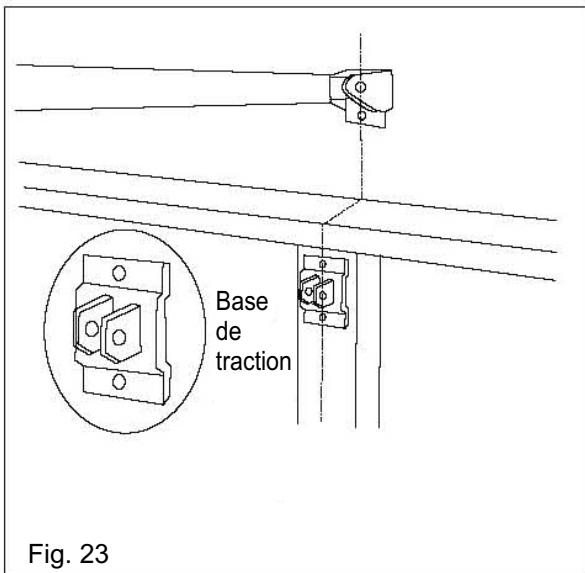

Fig. 23
1. Fermez la porte et fixer la base pour tirer le centre en haut de la porte (fig. 23).